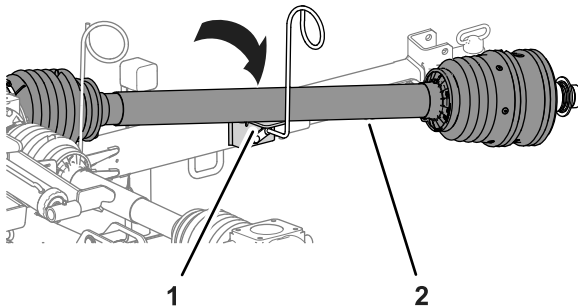

Bild 9
2. Bringen Sie die Zapfwelle auf die Antriebswellenablage der Schlauchführung (Bild 9).